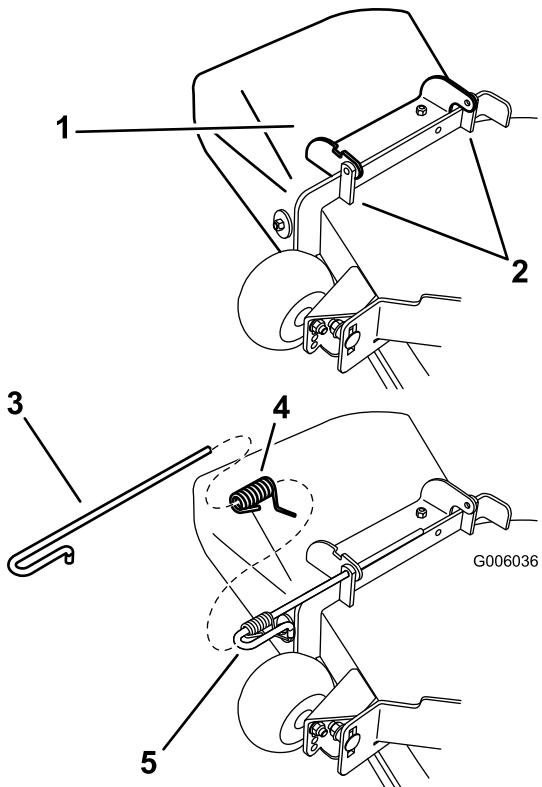

Figure 74
1. Désengagez le ressort du cran dans le support de déflecteur et sortez la tige des supports soudés du tablier, du ressort et de du déflecteur d'éjection (Figure 74). Enlevez le déflecteur s'il est endommagé ou usé.
2. Positionnez le nouvel ensemble déflecteur d'éjection en plaçant les extrémités du support entre les supports soudés du tablier, comme illustré à la Figure 74.